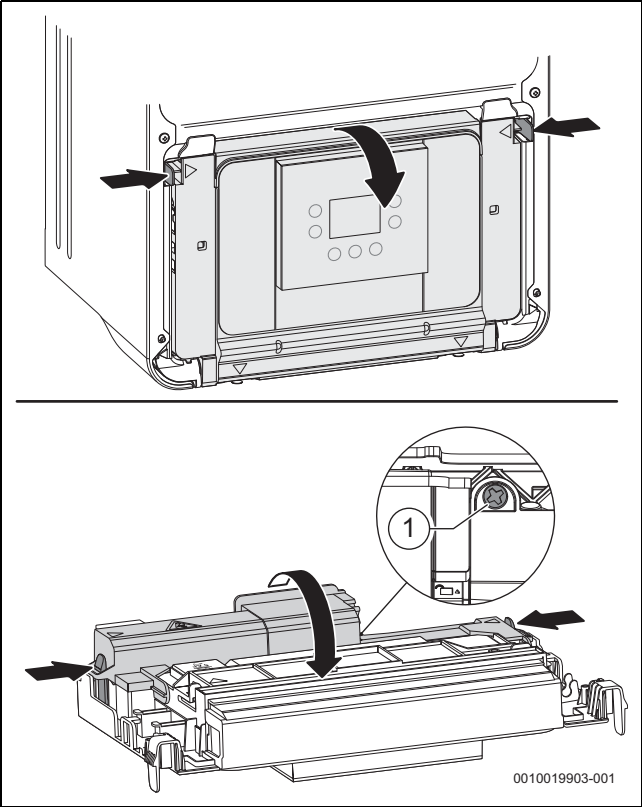

Fig. 34 Abrir la cubierta
- ▶ Abatir la unidad de control hacia abajo (→ fig. 34).